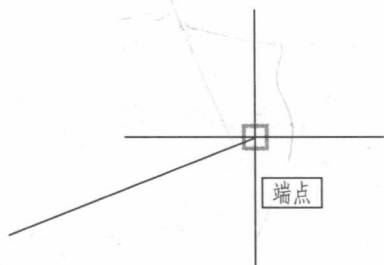

图 1-12
①双击桌面上的 AutoCAD 启动图标,启动 AutoCAD 系统。
②随意画线:点击直线  按钮,在绘图区域随意点击鼠标左键,然后移动鼠标至另一位置再按左键,得到一条直线,如图 1-12 所示。